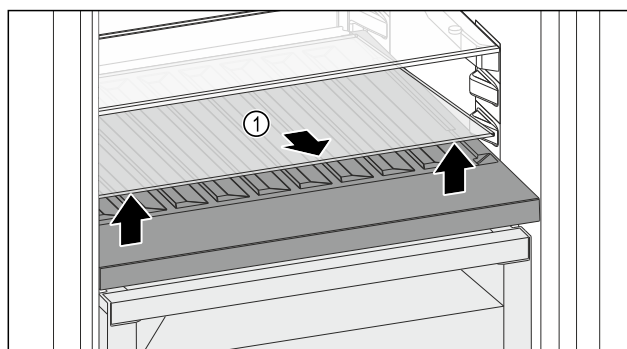

Fig. 114
- Повдигнете стъклената плоча Fig. 114 (1) при прореза отпред и извадете.
- Съхранявайте стъклената плоча Fig. 114 (1) на сигурно място извън уреда.